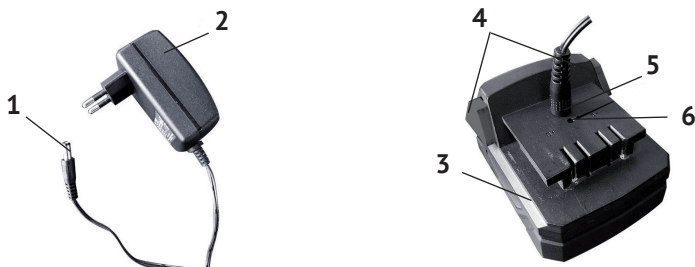

рис. 2
- вставить штекер (рис.2 поз.1) ЗУ (рис.2 поз.2) в разъём (рис.2 поз.5) АБ (рис.2 поз.3);
- загорится красный индикатор (рис.2 поз.6) – начал процесс зарядки;